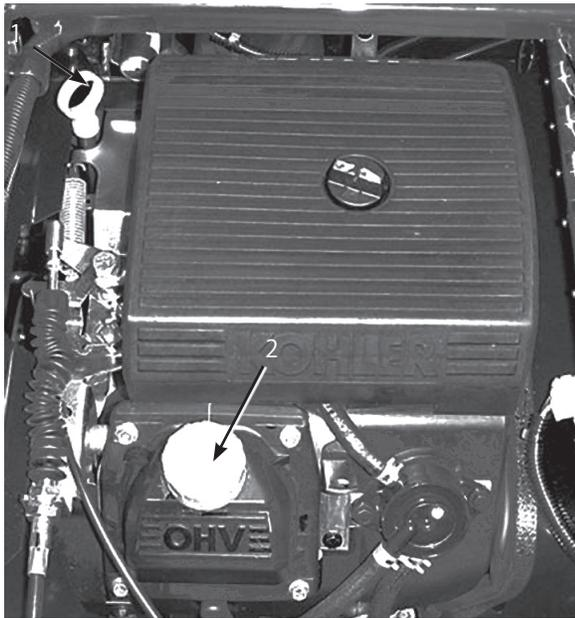

図5
2. ディップスティックを抜き、ウェスで一度きれいに拭く (図5)。ディップスティックを、チューブの根元までもう一度しっかりと差し込む。引き抜いて油量を点検する。
3. 油量が少なければ、バルブ・カバーの上についている補給口 (図5) を開け、ディップスティックの Full マークまでオイルを補給する；オイルの種類や粘度の選択については32ページのエンジン・オイルについてを参照。補給するときは、ディップスティックで確認しながら少量ずつ入れる。入れすぎないこと。